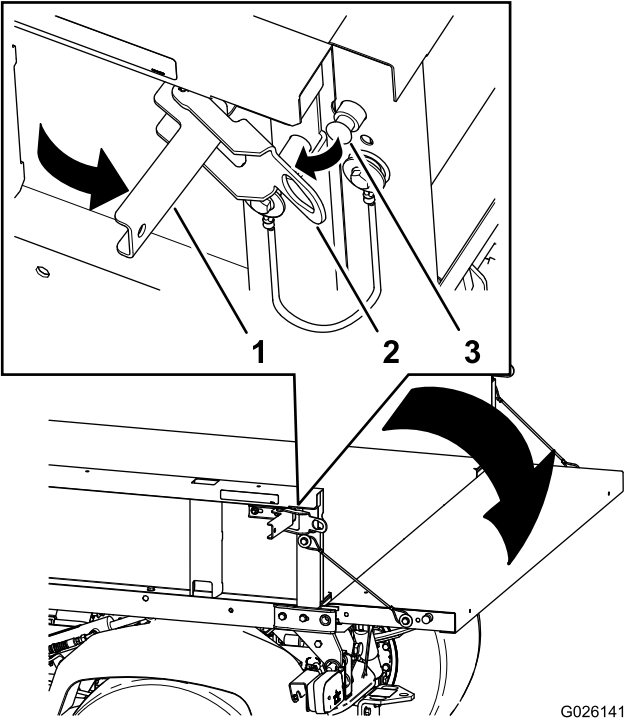

Figura 13
2. Abra los enganches de los lados izquierdo y derecho de la plataforma de carga, y baje el portón trasero (Figura 13).